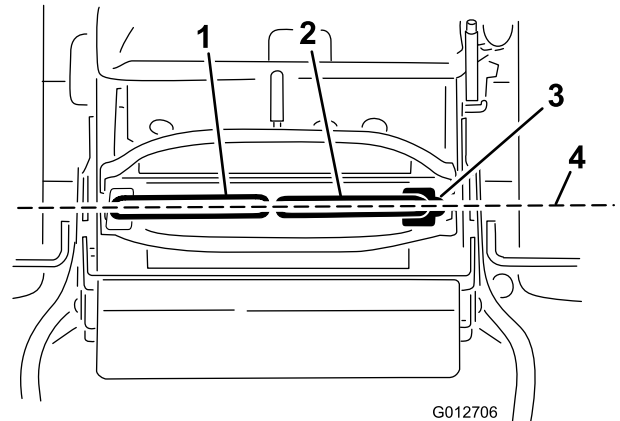

Figura 72
Importante: Compruebe el avance de la máquina después de ajustar las palancas de control de movimiento. Se utiliza el mismo procedimiento para ajustar la dirección y para alinear las palancas de control de movimiento hacia adelante-atrás (Figura 72).
- Una vez ajustada la alineación horizontal, compruebe la alineación adelante-atrás empujando ligeramente hacia adelante las palancas de control para eliminar cualquier holgura del acoplamiento de las palancas de control (Figura 72).